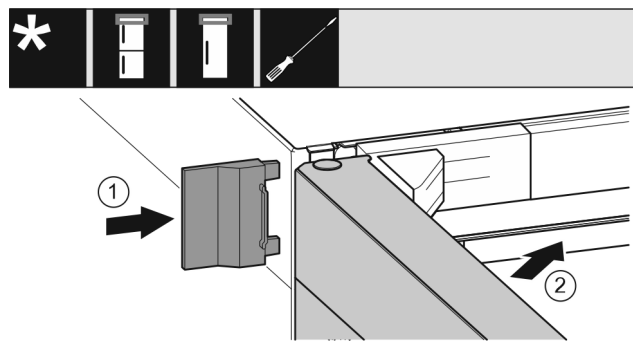

Fig. 22
- Skyv på det ytre dekselet Fig. 22 (1).
- Lukk den øvre døren Fig. 22 (2).